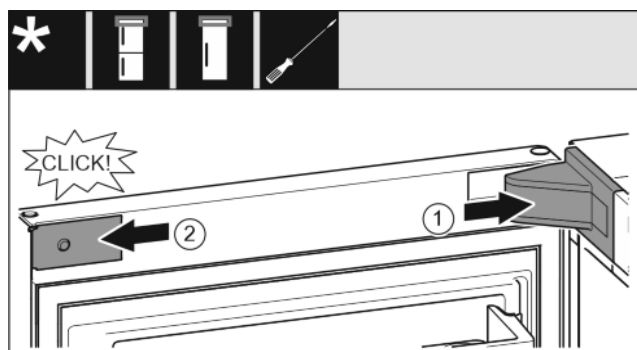

Fig. 18
- ▶ Așezați apărătoarea suporturilor de lagăr și fixați-o în poziție, după caz, desfaceți-o prin apăsare cu precauție. Fig. 18 (1)
- ▶ Aplicați și fixați în poziție masca. Fig. 18 (2)